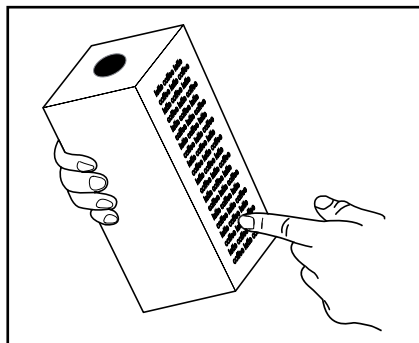

図1
- ・ パッケージの説明に従って、コーヒーまたは茶の製品パックを保管してください。（図1）